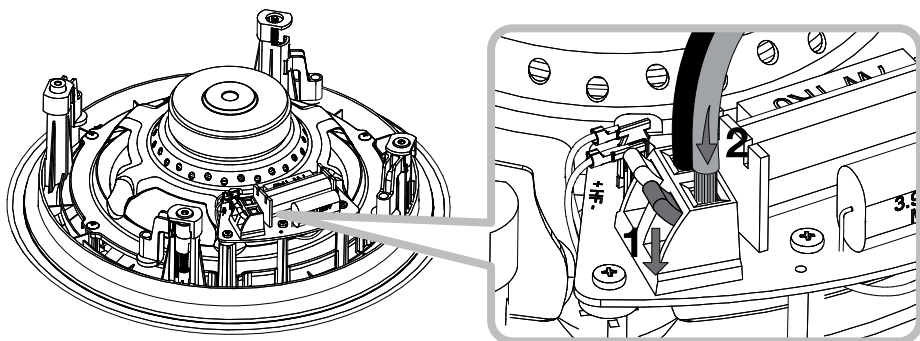

Рисунок 3
4.3 А теперь подсоедините колоночные кабели к пружинным разъемам на боку передней панели. Убедитесь, что полярность подключения правильная: плюсовой разъем на усилителе должен быть соединен с красной клеммой на раме. Аналогично, кабель, подсоединенный к минусовому разъему на усилителе, должен быть соединен с черной клеммой на раме. На Рис. 3 проиллюстрировано подсоединение кабелей.